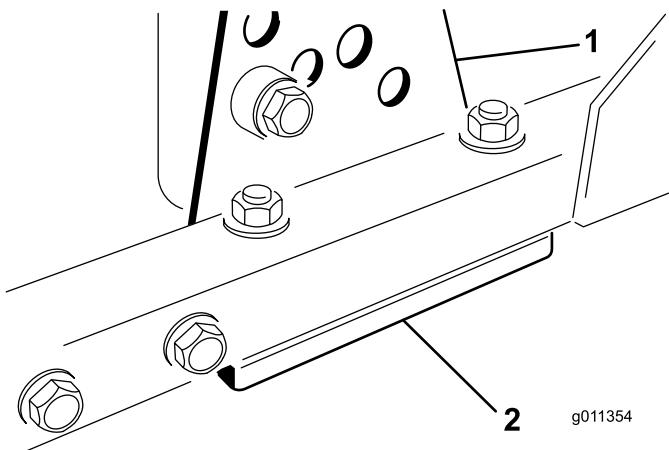

Figura 70
1. Retire el soporte de altura de corte (delantero, izquierdo o derecho) del bastidor de la carcasa (Figura 70).
2. Coloque suplementos de 1,5 mm y/o 0,7 mm entre el bastidor de la carcasa y el soporte hasta lograr el ajuste de altura deseado (Figura 70).